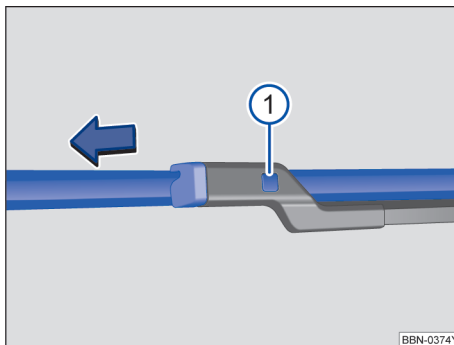

图 155 更换前风窗刮水器刮水片
- 按住分离按钮→图 155 ① 同时沿图示箭头方向拉出刮水片。